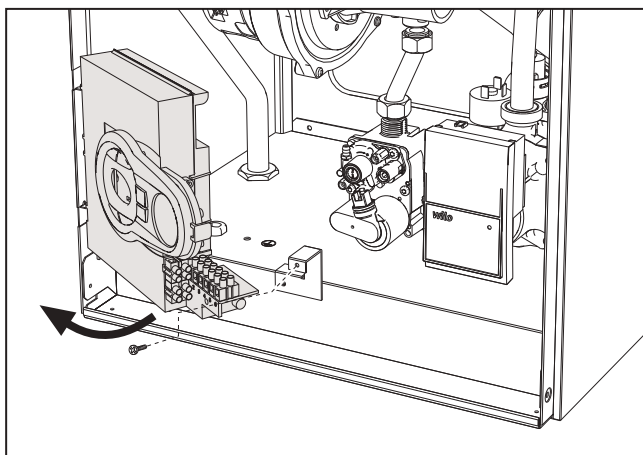

fig. 21
2. Desenrosque el tornillo y gire el panel de mandos ( fig. 21).